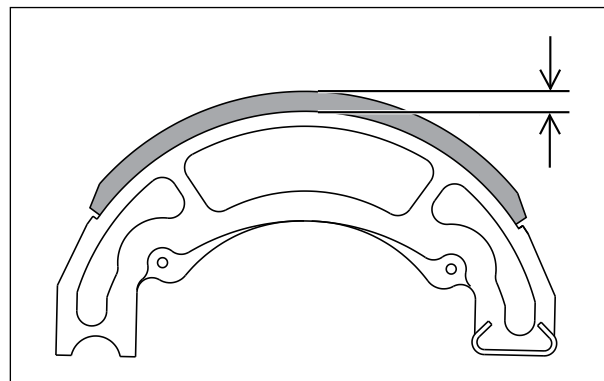

Fig. 6.12
- Meça a espessura da lona da sapata do freio, conforme mostrado. (Fig. 6.12) Se a espessura medida for inferior ao limite de uso, substitua o conjunto das sapatas do freio.